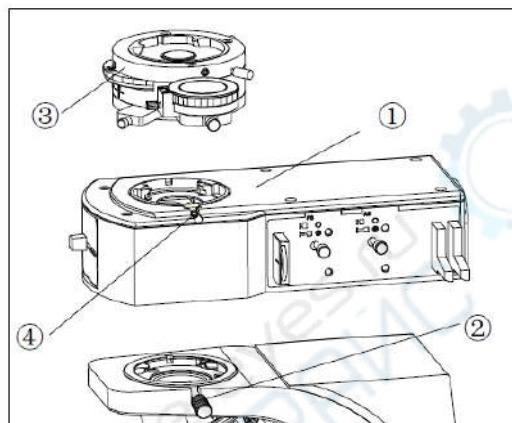

Рисунок 1
3.3. Установка объектива Бертран (Рисунок 1)